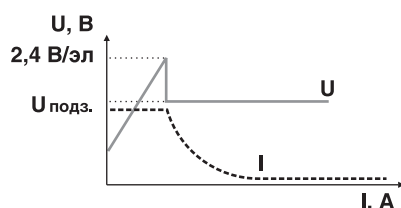

Рис.1
1.1. Метод IU (DIN 41773), (рис.1).